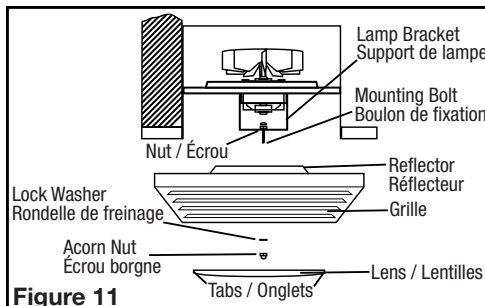

Figure 11
- Install the grill/lens/light reflector, by first removing the lens from the grill (there are two tabs on either side that hold the lens in place). Then remove the acorn nut and the lock washer which are installed on the reflector mounting bolt in the fan housing. Adjust the height of the reflector mounting bolt so that the grill will be tight up against the finished ceiling and less than 1/4" of the reflector mounting bolt protrudes through the reflector. Secure the reflector bolt's position by tightening the factory installed nut against the lamp bracket (**Figure 11**).
2. Installer la grille/ la lentille / le réflecteur de la lumière, en enlevant d'abord les lentilles de la grille (il y a deux onglets de chaque côté qui tiennent en place la lentille). Ensuite, enlever l'écrou borgne et la rondelle de sécurité qui sont installés sur le boulon de montage du réflecteur dans le châssis du ventilateur. Ajuster la hauteur du boulon de montage du réflecteur pour que la grille soit bien serrée contre le plafond fini et à moins de 0,6cm (1/4po) du boulon de montage du réflecteur en saillie au travers du réflecteur. Serrer en position le boulon en serrant l'écrou installé en usine contre le support de lampe (**Figure 11**).